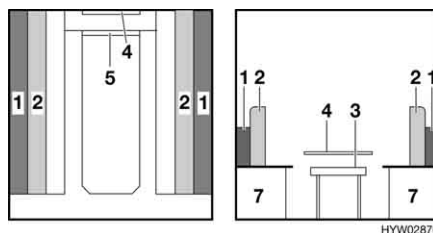

Fig. 61 Durante la trasformazione
- Alzare il piano del tavolo (Fig. 61,3) di circa 45°, sollevarlo dalla guida di supporto superiore (Fig. 61,4) e mantenerlo ad un angolo di 45°.
- Inserire il piano del tavolo nella guida di supporto inferiore (Fig. 61,5) con un angolo di 45° e deporlo sul pavimento con i puntelli.